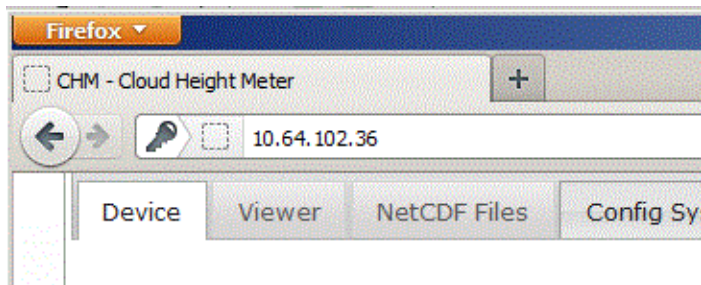

Abbildung 15 Ansicht des Firefox-Browsers mit einer Verbindung mit dem CHM 15k (hier: feste IP-Adresse).
Eine der drei IP-Adressen kann zur Kommunikation mit dem Gerät in einen Webbrowser (siehe Abbildung 15) eingegeben werden. Abbildung 20 zeigt die Registerkarte "Config Network" im Internetbrowser Firefox. Das Ändern der Benutzer-IP-Adresse (3) erfordert eine Superuser-Berechtigung in der Registerkarte „Device“.